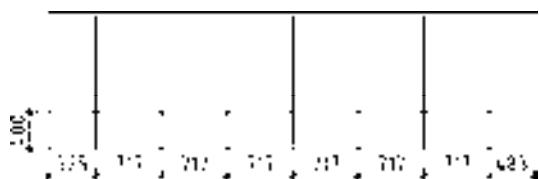

图 5-83 绘制窗棂分格线
2) 调用“直线”命令，在执行“窗棂展开”命令后的窗立面图上绘制窗棂分格线，结果如图 5-83 所示。